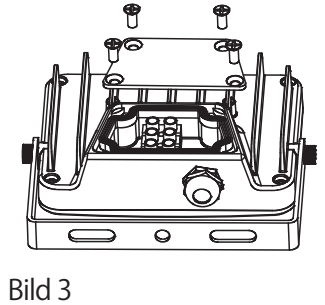

Bild 3
3. Loosen the 4 screws (fig.3) and remove the cover.
3. Die 4 Schrauben des Deckels (Bild 3) lösen und den Deckel abnehmen. Die Mutter der Kabelverschraubung lösen.